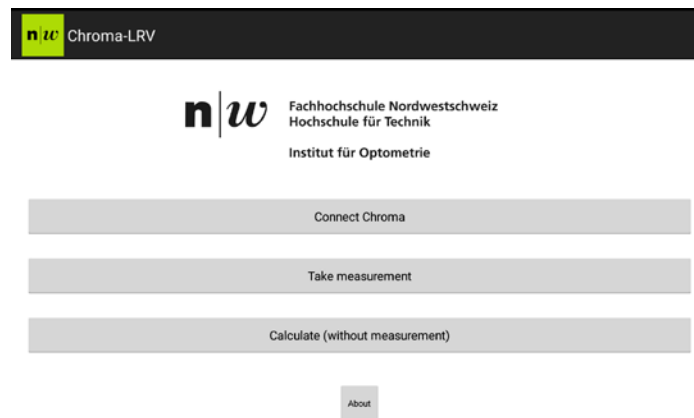

Abbildung 1: Android App - Screenshot Menu
- Hauptmenu zur Auswahl der Funktionen (Abbildung 1):